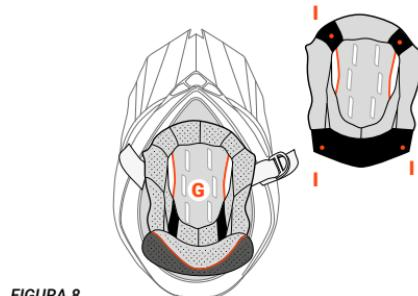

FIGURA 8
**Acolchado central interno: CALOTA PEQUEÑA — G — I — Figura 8